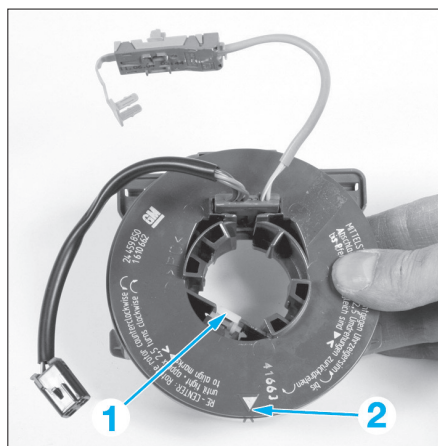

FIG. 3
Tourner avec précaution la partie inférieure du contacteur, avec l'arrêtore (1) enfoncé, dans le sens antihoraire jusqu'à la première augmentation d'effort tangible (Fig.3).